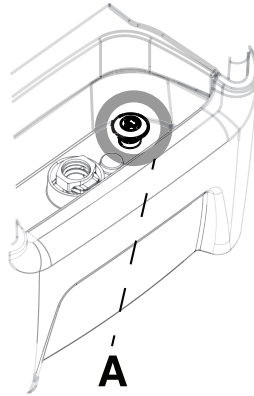

図15-31: ドレン・プラグ
20. 制御器のドレン・プラグ(15-44ページの図15-31) を引き上げ、ドレンを開きます。